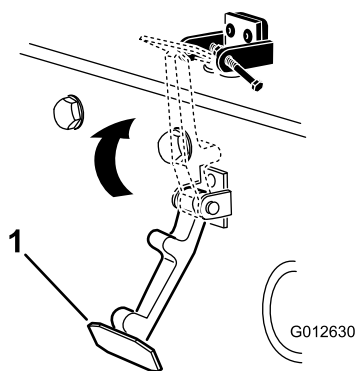

Figura 6
7. Prindeți clichetul capotei pe suportul clichetului capotei (Figura 6).